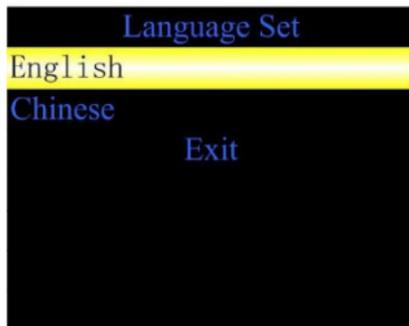

Figure 5.4 Menu de paramétrage de la langue
2) Le menu de réglage de la langue est illustré comme la Figure 5.4